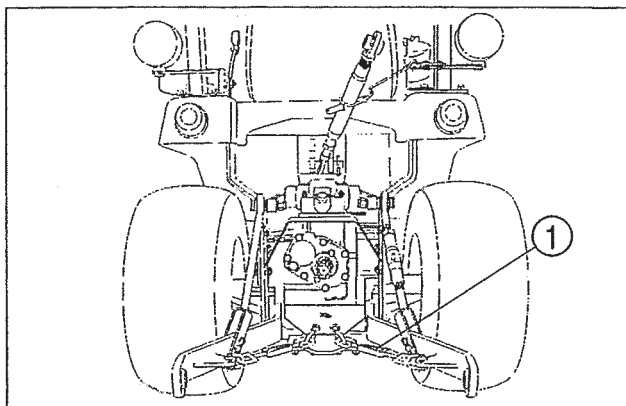

FIG. 51
**Abb. 51:** Wählen Sie ein ebenes Gelände zum Abmontieren und Lagern des Anbaugeräts. Senken Sie das Anbaugerät ab, indem Sie den Positionswahlhebel nach unten (DOWN) bringen. Verwenden Sie die Nivellierungs-Kurbel am rechten Unterlenker falls dies notwendig sein sollte, um das Anbaugerät auf dem Boden auszurichten.